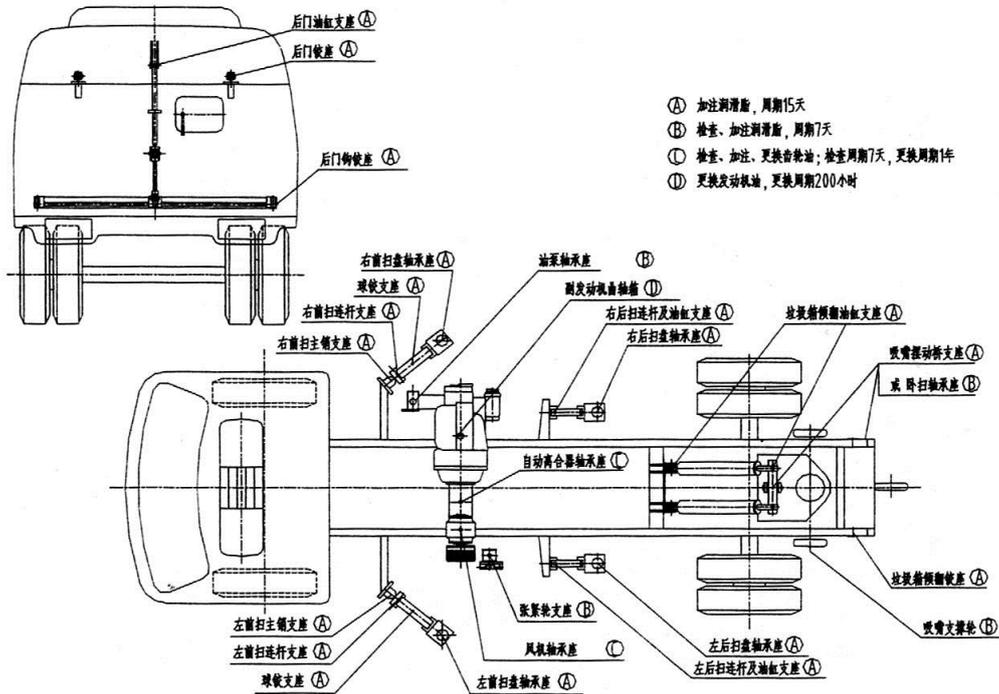

图 13 普通润滑部位图
6.5.1 扫路车工作装置的普通润滑，润滑部位及润滑要求见图 13。